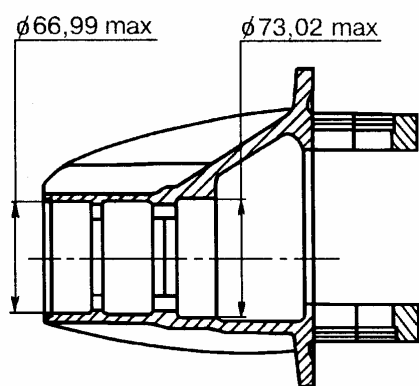

Рис.7.
5.2.1 Картер редуктора - 2101-2402015-10, 2101-2402015-11, рис.7.